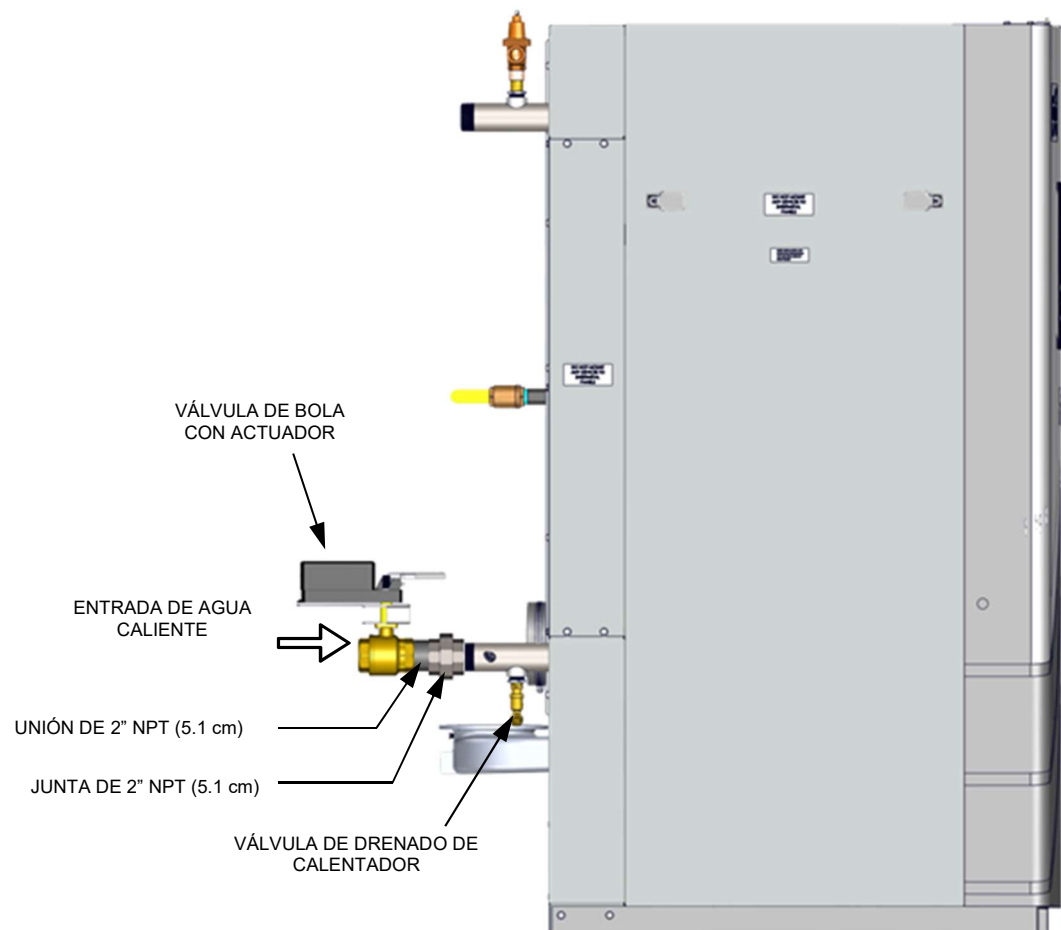

Figura 8-2: Calentador de agua Innovation con válvula secuencial
2. Consulte la Figura 8-2 y fije la válvula a la entrada de agua fría de la unidad (como se muestra en la Figura 8-2, más adelante) usando la junta y uniones de tubería proporcionadas.
3. Asegúrese de que la válvula se encuentra en el recinto del actuador, como se muestra en la Figura 8-2.